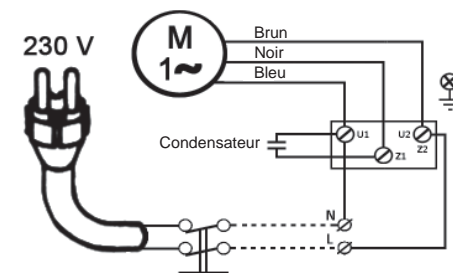

Figure 3: Branchement électrique
- Raccorder la pompe au réseau électrique en tenant compte des spécifications précédentes et du schéma de raccordement électrique fourni ci-dessous (figure 3).